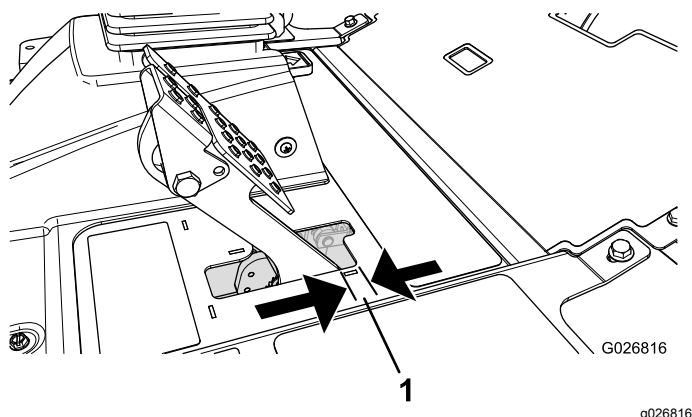

Bild 70
Stellen Sie die Bremsen ein, wenn das Bremspedal mehr als 2,5 cm Spiel hat, oder wenn die Bremsen nicht mehr gut genug greifen (Bild 70). Als Spiel gilt die Entfernung, die das Bremspedal zurücklegt, bevor ein Bremswiderstand spürbar ist.
2. Ziehen Sie die hintere Mutter an, um den Zug nach hinten zu bewegen, bis die Bremspedale ein Spiel zwischen 6,3 mm und 12,7 mm haben, bevor die Radsperre auftritt (Bild 70).